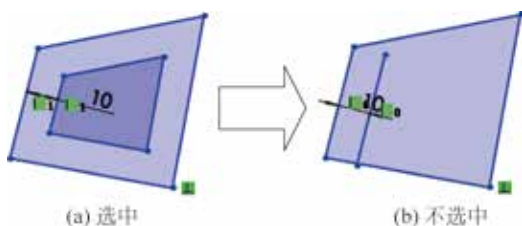

图 3.27 选择链
- ☒ **选择链(S)** 按钮：用于设置是否选取与所选对象相连的其他对象，如图 3.27 所示。